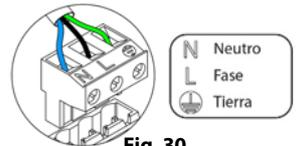

Fig. 30
La conexión de alimentación eléctrica del módulo se realiza mediante una borna de 3 pines ^①. Fije los cables con los tornillos de la borna respetando la polaridad de la misma (Fig. 30).